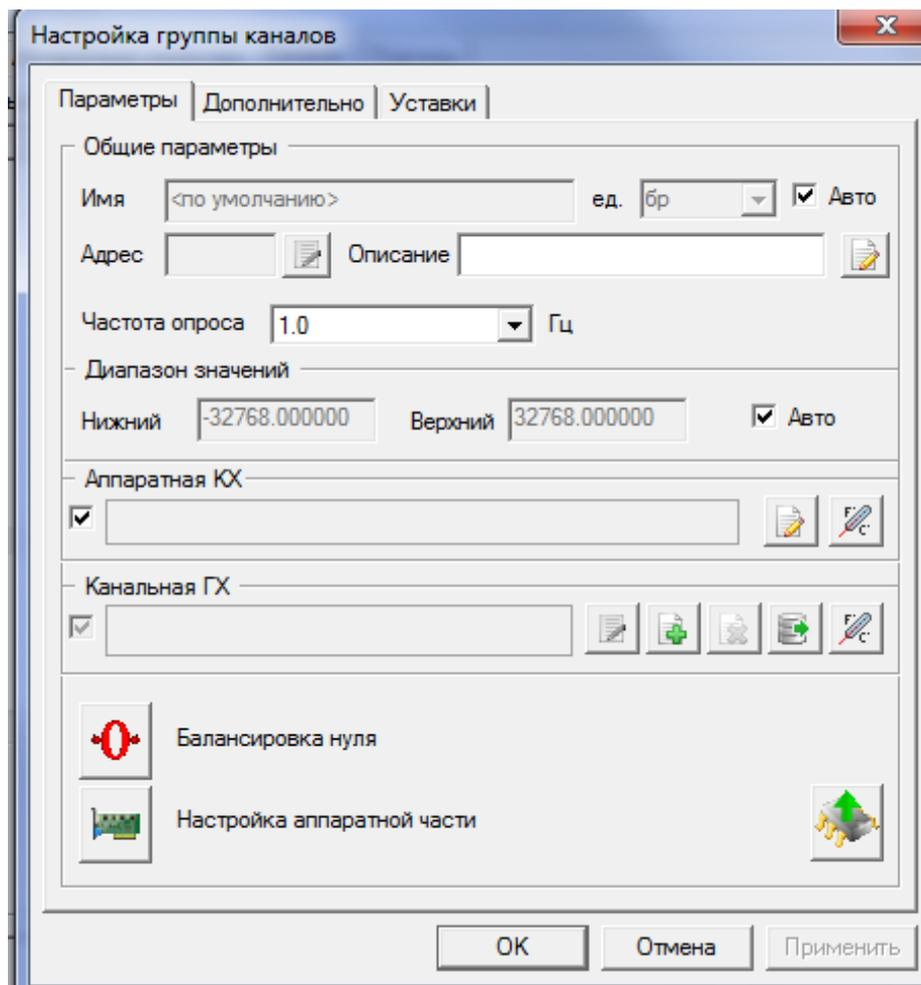

Рисунок 23 - Настройка группы каналов
Окно «Настройка группы каналов» (См. рисунок 23) открывается при выделении в списке каналов не менее двух каналов, подлежащих настройке.
- нажатием кнопки  «Балансировка нуля» в окне «Настройка группы каналов» / «Настройка канала» (См. рисунок 23);